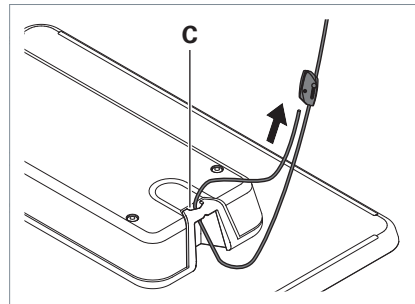

Fig. 3: Fixer le câble métallique au luminaire.
- ▶ Faites passer le câble métallique à travers l'évidement **C** du luminaire, voir Fig. 3.
- ▶ Faites passer le câble métallique à travers le deuxième œillet du support pour câble métallique, voir Fig. 3.